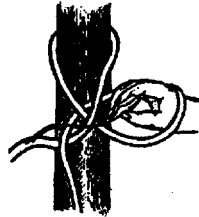

Рис. 70.
3. Не останавливая движения правой руки, двигаем ею вниз – вправо, а затем – вверх – влево, тем самым образуем на коренном конце веревки кальшку (закрытую петлю). Петля в кальшку закручивается против часовой стрелки. Пальцы руки в этот момент должны быть собраны щепоткой (рис. 70).